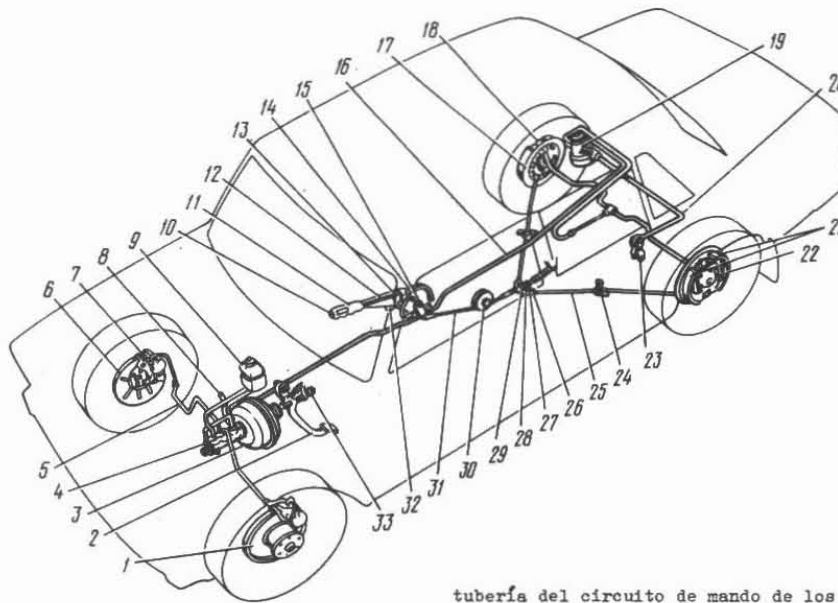

Fig. 6-1. Esquema del sistema de freno:
El esquema del sistema de freno se representa en la fig. 6-1.
- traslade la palanca 11 (fig. 6-1) a la posición extrema inferior y levántela en dos dientes del sector;